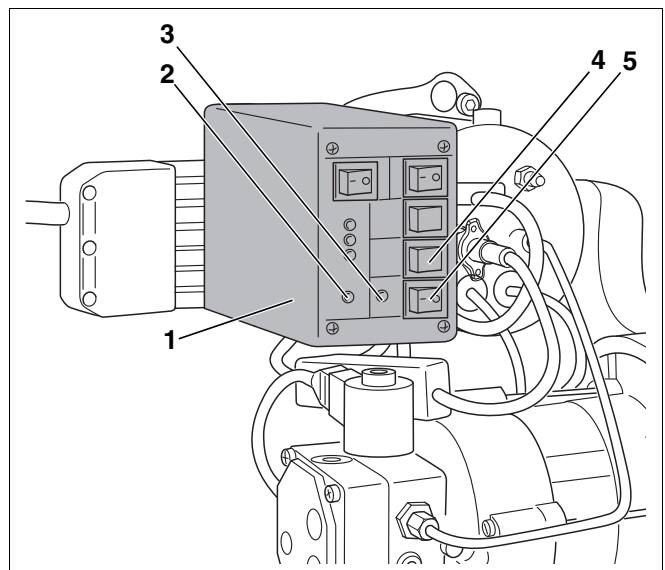

Abb. 29 Mit Brennerprüfgerät Ölleitung entlüften
- Brennerprüfgerät (Abb. 29, **Pos. 1**; Zubehör) – wenn die Ölansaugung über die am Brenner angebaute Ölpumpe erfolgen soll.
Im Folgenden wird Ihnen die Entlüftung der Ölleitung mit dem Brennerprüfgerät (Abb. 29, **Pos. 1**) beschrieben.
- Brennerprüfgerät (Abb. 29, **Pos. 1**) auf den freiliegenden Sockel aufstecken.
- Betriebsschalter des Regelgerätes einschalten. Die LED (rot) leuchtet (Abb. 29, **Pos. 2**).
- Brennerprüfgerät über den Betriebsschalter (Abb. 29, **Pos. 5**) einschalten. Beide LEDs (rot und grün) leuchten (Abb. 29, **Pos. 2** und **3**).
- Schalter zur Überbrückung des Ölvorwärmers (Abb. 29, **Pos. 4**) einschalten.